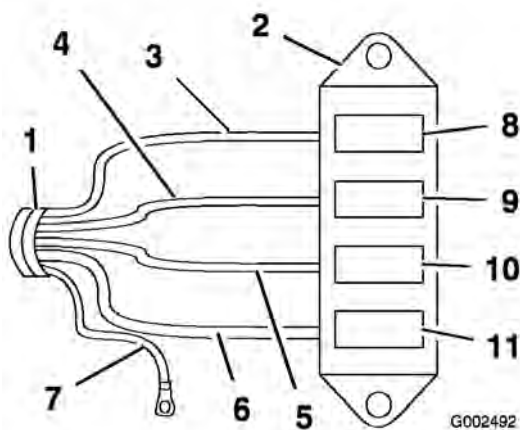

Figura 7
- Collegate il cablaggio elettrico preassemblato sul portafusibili, collegando i fili del cablaggio preassemblato ai corrispondenti connettori presenti sul retro del portafusibili (Figura 7).